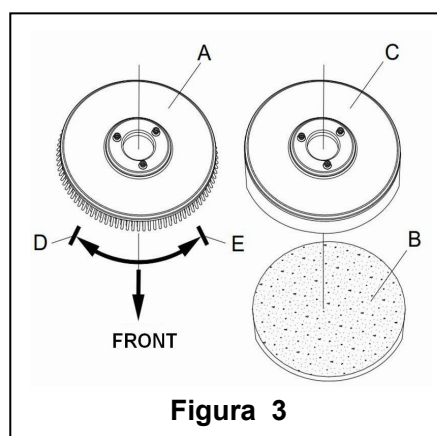

Figura 3
De acordo com o tipo de chão a ser limpo, deve instalar o suporte da escova (Figura 3, A) ou da almofada (Figura 3, B e C).
1. (Só aplicável para **AS430C** e **AS510C**): certifique-se que cabo de energia (9) está desligado da fonte de alimentação e o interruptor (38) está na condição desligada (**O**).
2. Pressione o guião (2) para levantar o corpo do tanque (26).
3. Coloque o suporte de escova (A) ou almofada (B-C) debaixo da caixa.
4. Utilize o guião (2) para baixar o corpo do tanque (26) para entrar em contacto com o suporte da escova ou almofada.
5. Para instalar o suporte da escova/almofada automaticamente, mude o interruptor de energia (38) para a posição "I" e pressione o interruptor de segurança (1). Empurre gentilmente a máquina para a frente para permitir que a roda no fundo do corpo do tanque se alinhe com o suporte de escova ou almofada, ficando bem instalado. Se necessário, repita este procedimento até o suporte de escova/almofada estar completamente instalado.
6. Se o Passo 5 acima for difícil de completar, utilize o método manual seguindo a seta (D) para instalar o suporte de escova/almofada (como mostrado na **Figura 3**).
7. Para descarregar o suporte de escova/almofada automaticamente, mude o interruptor de energia (38) para a posição "O". Utilize a sua mão para segurar o guião, e pressione a máquina para baixo até que a roda guia toque no chão e o suporte de escova/almofada fique no ar. Mude o interruptor de energia (38) para a posição "I", e pressione o interruptor de segurança para girar o suporte de escova/almofada até que caia no chão.
8. Se o Passo 7 acima for difícil de completar, utilize o método manual de girar o suporte na direcção oposta ao encaixe, e poderá retirá-lo (como mostrado na **Figura 3**).